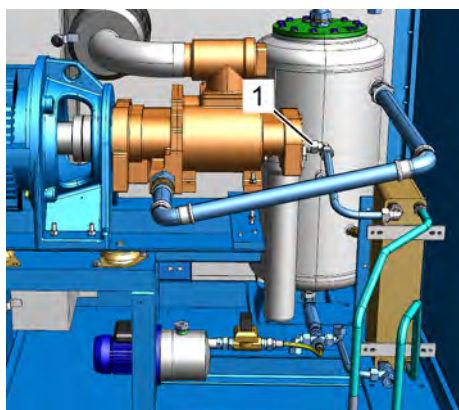

Рис. 46: Соединительная труба фильтра тонкой очистки
9. ▶ Исполнение с водяным охлаждением: Подготовьте приемную емкость, демонтируйте трубопровод между фильтром тонкой очистки и пластинчатым теплообменником (Рис. 46/1) и продуйте его сжатым воздухом, не содержащим масла.